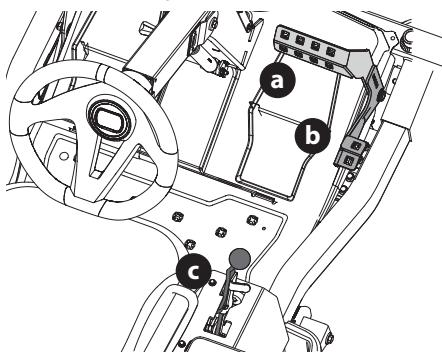

Figure 22
- Pour vous déplacer en marche avant, appuyez doucement sur la pédale de marche avant (a) jusqu'à ce que vous atteigniez la vitesse désirée (Figure 22).
- Pour verrouiller le frein de stationnement, placez les pédales de déplacement à la position neutre et tirez le levier du frein de stationnement (c) vers l'arrière jusqu'à ce qu'il s'enclenche à la position de marche (< on >) (Figure 22).
- Pour vous déplacer en marche arrière, regardez d'abord derrière vous, puis appuyez doucement sur la pédale de marche arrière (b) avec l'avant du pied (et NON avec le talon) jusqu'à ce que vous atteigniez la vitesse désirée (Figure 22).